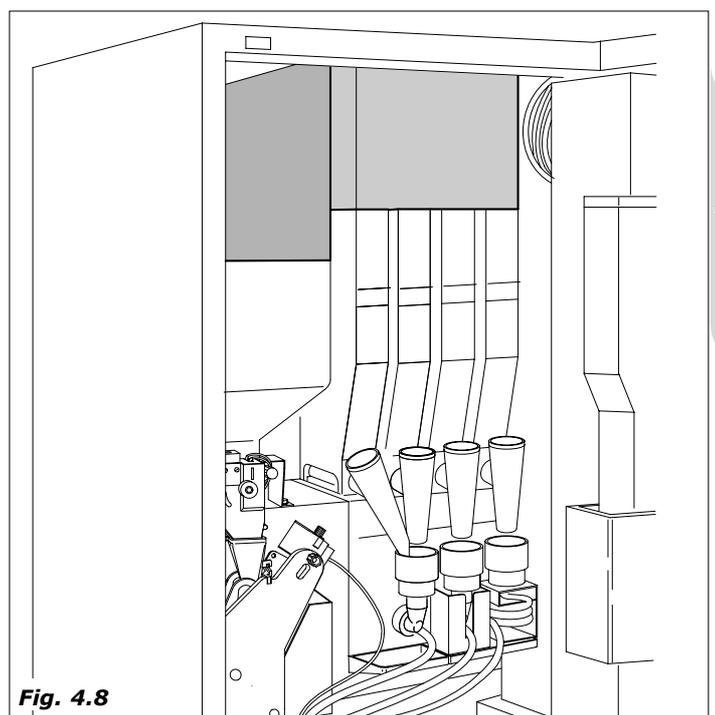

Fig. 4.8
- quitar el porspán que bloquea los contenedores de producto (Fig.4.8)